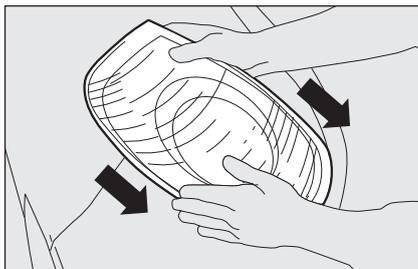

fig. 28
- extraiga el grupo óptico sacándolo con ambas manos en el sentido indicado por las flechas **fig. 28**;